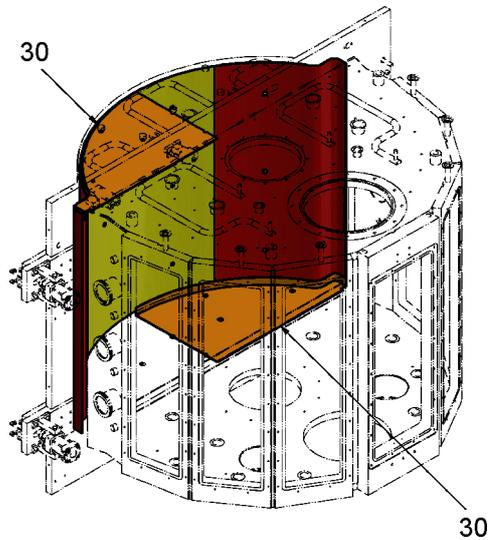

Fig. 7-16
- 7** Remove the door shields 30. See Fig. 7-16, 177.
13 Mount the door shields 30. See Fig. 7-16, 177.